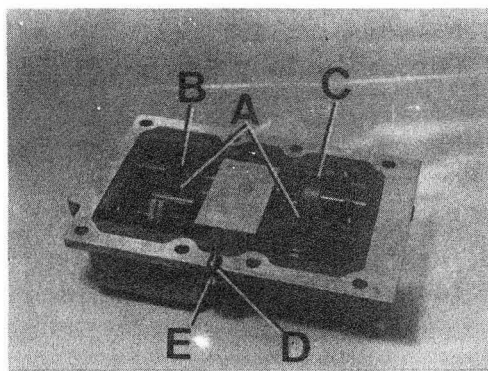

Fig. C1-72 Desmontaje ejes selectores
- 1.8. Desmontar los pasadores elásticos, A (Fig. C1-72) que fijan la caja, B, del eje selector de marcha atrás y la horquilla, C, selectora. Extraer el émbolo, D, de enclavamiento, a través del orificio, E, que la tapa dispone a tal efecto.
- 1.9. Aflojar al máximo el tornillo que regula la bisagra tope de marcha atrás, F, - (Fig. C1-72) desplazándolo hacia la parte posterior y extrayendo las horquillas.
- 3.1. Montar el eje selector de marcha atrás, F (Fig. C1-72) posicionando al mismo tiempo sus dos horquillas, B y C, teniendo en cuenta que el tornillo de regulación del tope de la caja, B, deberá estar aflojado, para poder enganchar el muelle de recuperación en el eje.